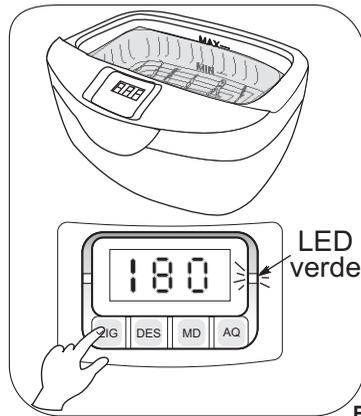

Fig.13
- 7▶ Coloque os artigos no cesto (Fig.13, pág. 12) ou béquer (Fig.7A, pág. 11) dependendo do tipo de material a ser lavado, o ideal é que os instrumentos fiquem totalmente imersos, mas não sobrepostos;
9►Pressione a tecla **LIG** para iniciar a limpeza dos instrumentos/artigos (neste momento será ouvido o ruído típico do funcionamento da cuba de ultra-som, iniciando o processo de cavitação, Fig.13, pág. 12);
Limpeza Direta: Os artigos são colocados no cesto plástico que por sua vez é colocada diretamente na cuba de inox juntamente com a solução de limpeza, (Fig. 13, pág. 12).